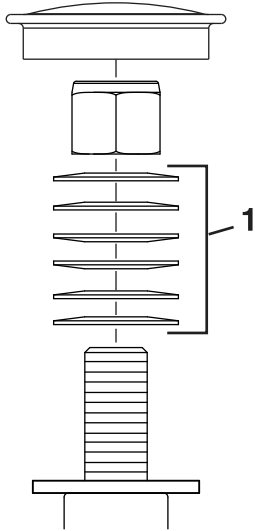

Figure 89
- Déposez le capuchon protecteur de la roue pivotante et serrez le contre-écrou (Figure 89).
- Continuez de serrer le contre-écrou jusqu'à ce que les rondelles élastiques soient aplaties, puis desserrez-le d'un quart de tour pour obtenir la précharge correcte des roulements (Figure 89).
Important: Veillez à placer les rondelles élastiques correctement, comme montré à la Figure 89.
- Reposez le capuchon protecteur (Figure 89).